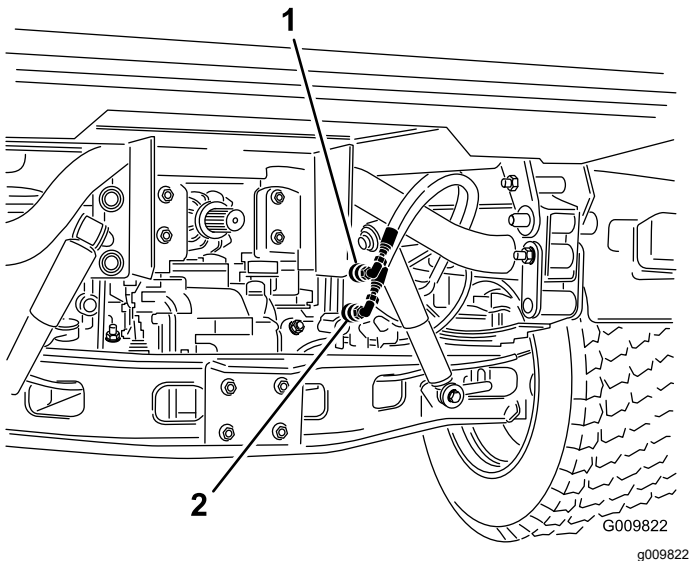

図 74
- それぞれの車両で、クイックカップラホース2本を、カップラブラケットのホースから外す 図 74。